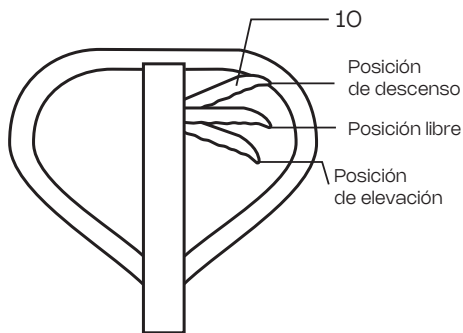

Fig.5
- En posición de descenso, las horquillas bajan automáticamente. **(Ver Fig. 5)**
- La manija número 10 también libera el freno. **(Ver Fig. 5)**